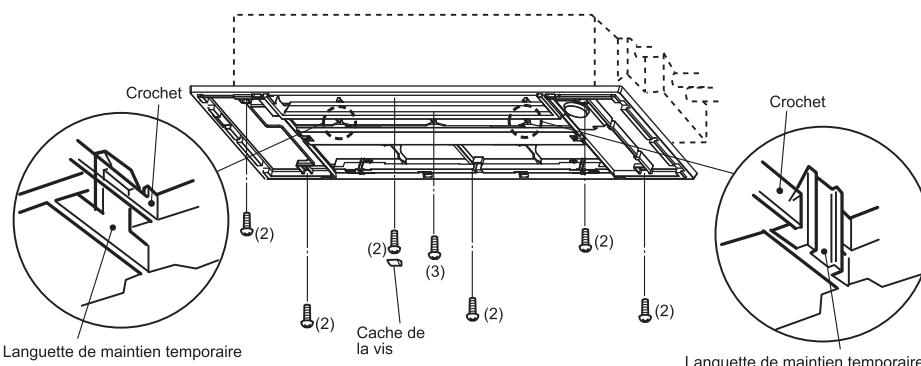

Fig. 5
- Enganche las lengüetas de sujeción provisional de la rejilla a los ganchos de la unidad interior. (Fig. 5)
- Coloque los 4 tornillos de fijación (2) sin apretarlos cerca de las esquinas. (Fig. 5)
- Apriete los tornillos de fijación (2) y el tornillo de fijación (3) en el centro de la rejilla. (Fig. 5)
- Fixez les languettes de maintien temporaires de la grille sur les crochets de l'unité interne. (Fig. 5)
- Ajustez la grille de manière à ce qu'elle soit placée parallèlement au joint mur-plafond. Installez sans les serrer les 4 vis de fixation (2) situées près des angles. (Fig. 5)
- Serrez les vis de fixation (2) et la vis de fixation (3) située au milieu de la grille. (Fig. 5)